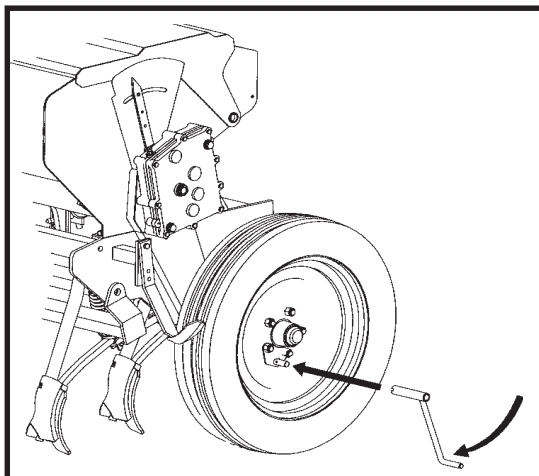

fig. 4
- 6) Avec la MANIVÈLE DE TOUR DE LA ROUE (fig. 4) on donne quelques tours à la ROUE MOTRICE (droite, en regardant la machine par arrière) dans le sens de la marche jusqu'à par tous les distributeurs sortent les semences.